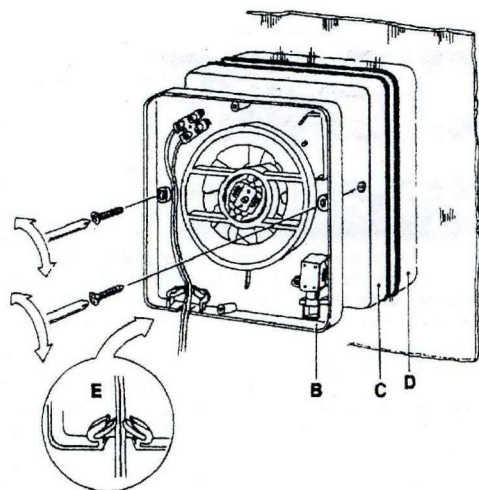

Fig. 3
- 3) Fissate il corpo porta motore B alla flangia C con le viti (fig. 3).
- 4) Fit motor housing B to flange with two screws (Fig. 3).
- 3) Fixer le corps porte moteur B à la platine C (Fig. 3).
- 2) Das Aussengitter D von aussen an die Scheibe legen, den Flansch C von innen und beide gut verschrauben. Schrauben Sie den Ventilatorteil B auf den Flansch C (Abb. 3).
- 4) Führen Sie das Anschlusskabel durch die Zugentlastung (Abb. 3 E) und nehmen Sie den Elektroanschluss vor.
- 4) Schroef onderdeel B aan C vast (let op: kabelgang aan de onderzijde houden) (fig. 3); breng de elektrische verbinding tot stand en leid het snoer door de treklasting.
- 4) Monter ventilatorhuset B til flangen med to skruer (Fig. 3).